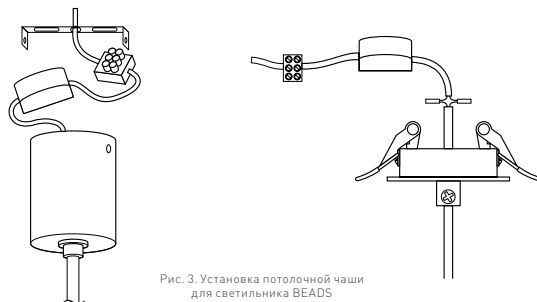

Рис. 3. Установка потолочной чаши для светильника BEADS
- Используя цанговый механизм в нижней части чаши, вытяните провод и блок питания наружу (рис.3).